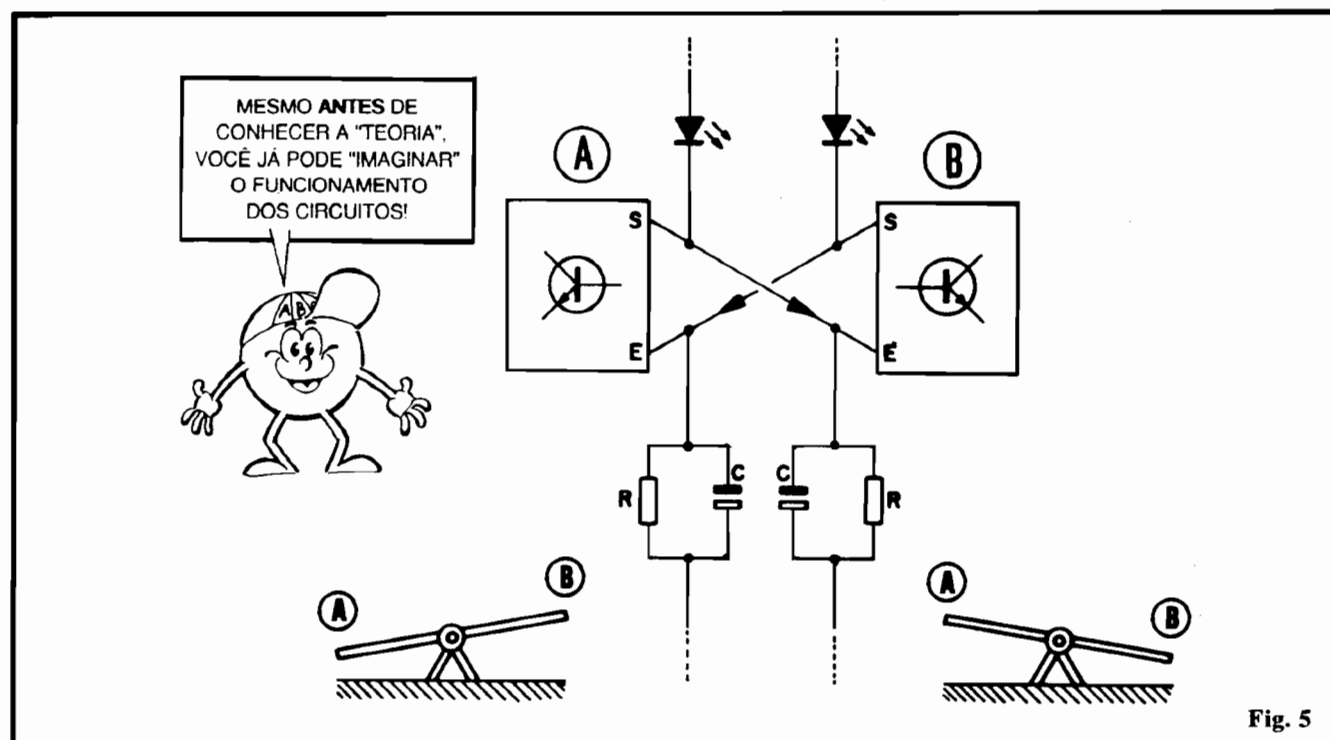

Fig. 5
- **FIG. 5** - Basicamente o circuito pode ser dividido em duas "metades" rigorosamente iguais e simétricas (ver fig. 1 também.), cada uma contendo um transistor, um LED, um resistor e um capacitor eletrolítico. Cada um desses dois
blocos (A e B, na fig. 5) é, tecnicamente, um pequeno amplificador transistorizado, dotado de uma **entrada** (E) e uma **saída** (S). Cada saída aciona um LED. As entradas têm suas condições elétricas dimensionadas pelos resistores e capacitores, no que se convencionou chamar de "rede RC de temporização". Outro fator interessante (fig. 5) é que os dois amplificadores apresentam-se em ligação "cruzada" (a **Entrada** de um ligada a **Saída** do outro e vice-versa...), estabelecendo o que chamamos de **realimentação** (objeto de estudos futuros no nosso "Curso"...). Esse arranjo recebe o nome técnico de MULTIVIBRADOR ASTÁVEL, ou FLIP-FLOP e simula, eletricamente, o funcionamento de uma gangorra! Isso mesmo: uma vez aplicada energia ao circuito, ele **oscila** ("A" sobe, "B" desce, "A" desce, "B" sobe, e assim indefinidamente...) num ritmo próprio e constante. Na gangorra, a energia é fornecida pelos impulsos dados pelas pernas dos "gangorristas", no circuito é o conjunto de pilhas que fornece a energia. Na gangorra, a velocidade do "sobe-desce" é determinada pelo ritmo com o que os "gangorristas" brincam (e é função também do comprimento